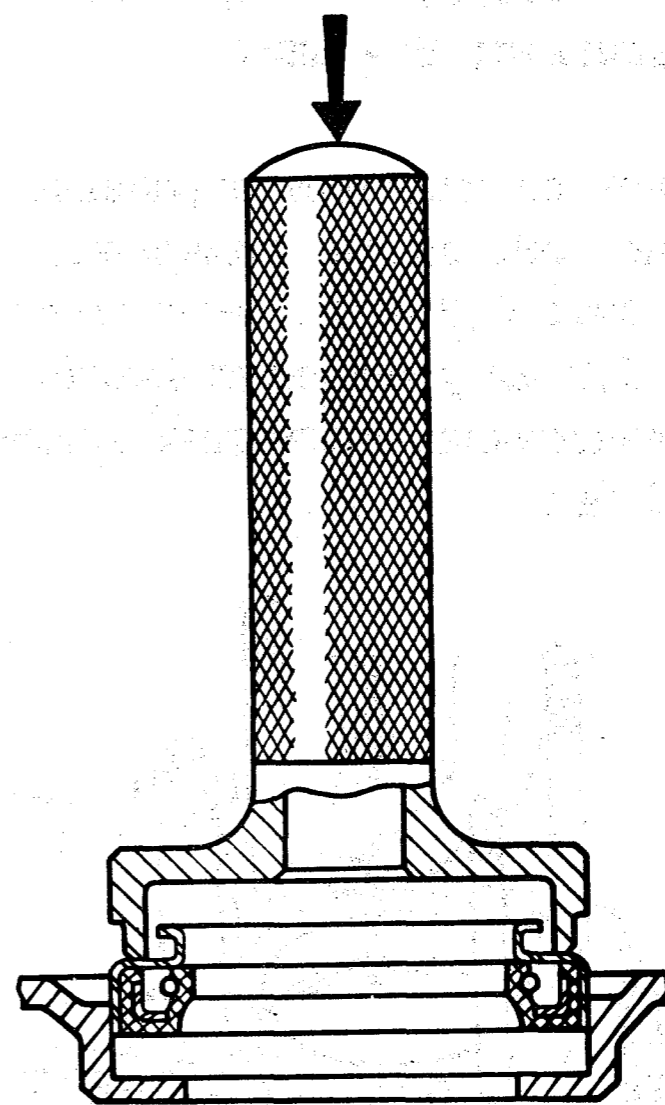

Рис. 63. Запрессовка сальника в крышку распределительных шестерен
- проверить пригодность сальника, запрессованного в крышку распределительных шестерен, к дальнейшей работе. Если сальник имеет изношенные рабочие кромки или слабо охватывает ступицу шкива коленчатого вала, вставленную в сальник, заменить его новым. Запрессовку сальника в крышку рекомендуется производить при помощи оправки 5-Y-27733, как показано на рис. 63;